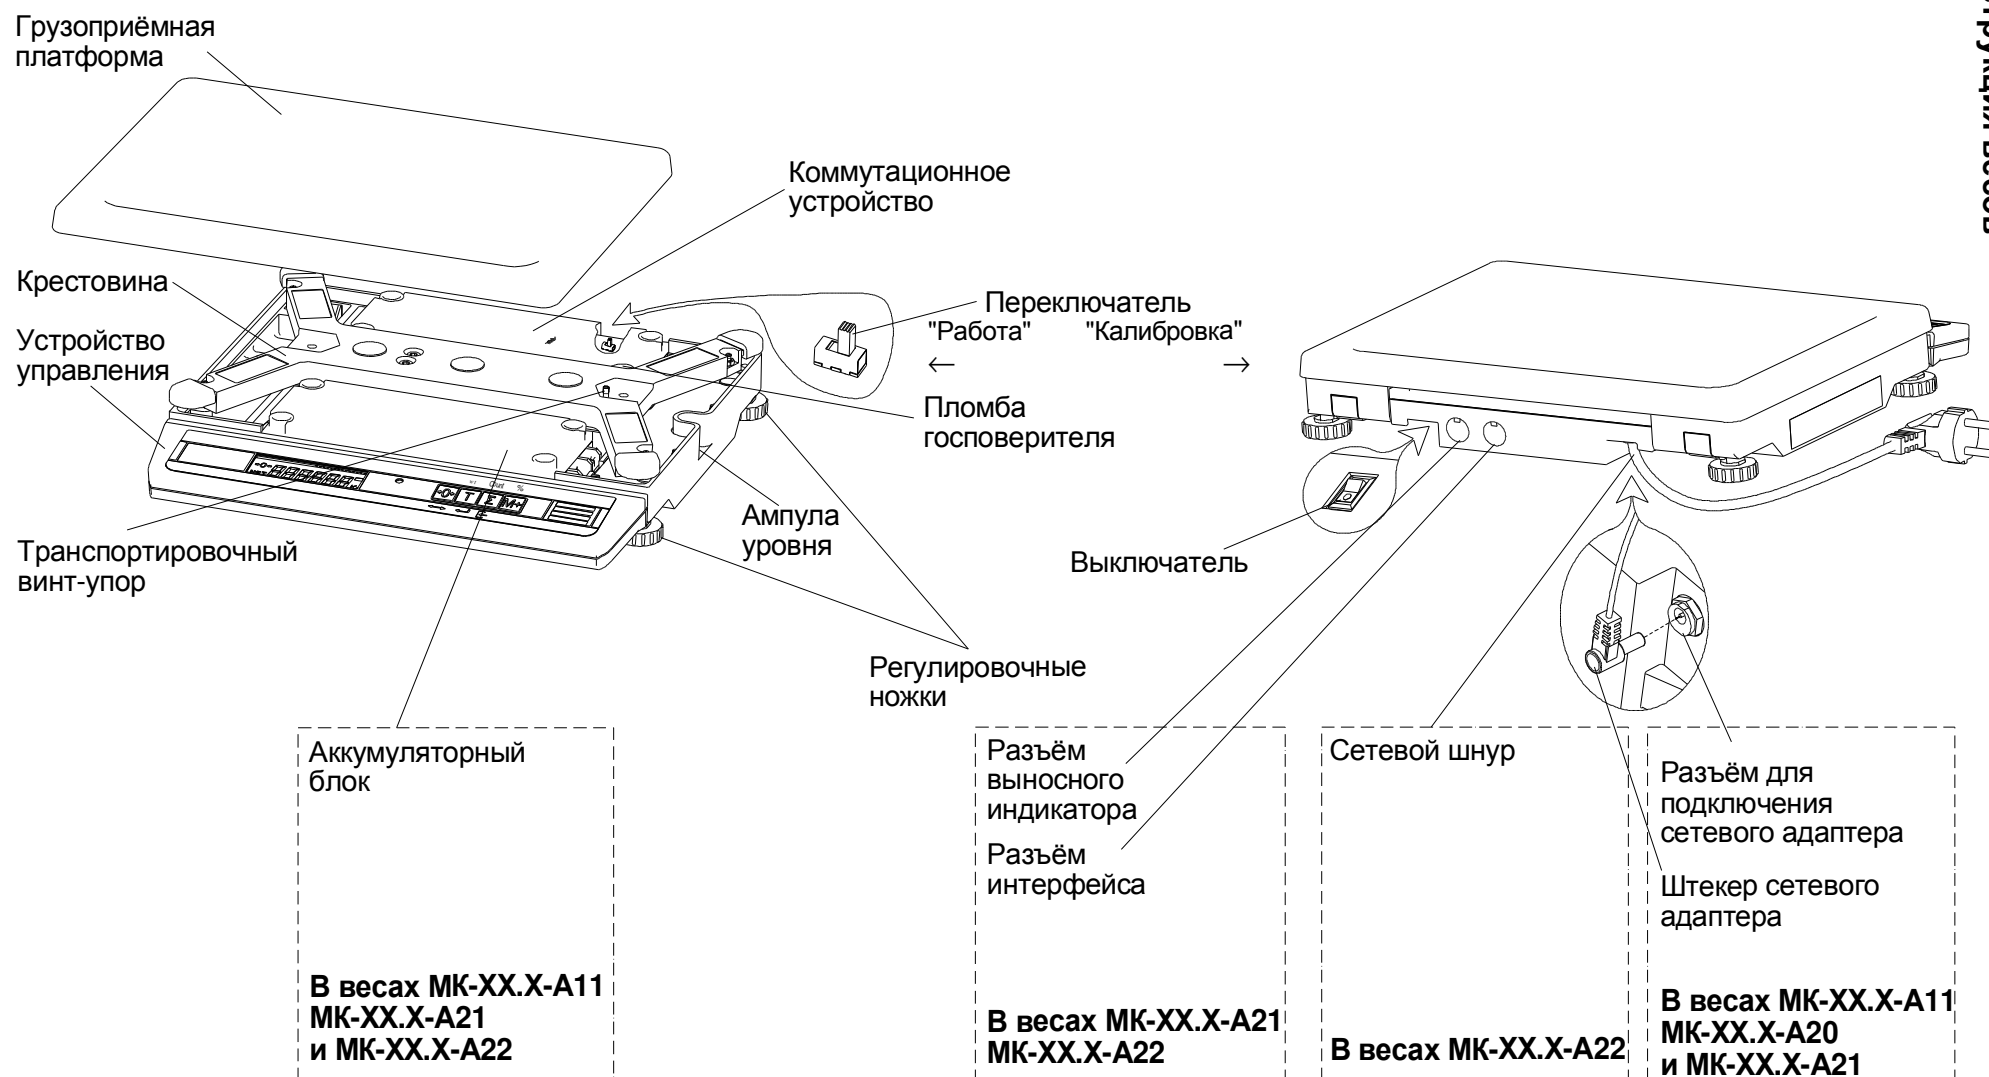

Рисунок 6.1
7.2.2 В весах с наибольшим пределом взвешивания 6, 15 и 32 кг вывернуть транспортировочный винт-упор, вращая его только против часовой стрелки (рисунок 6.1).
7.4 Если весы содержат аккумулятор, то его необходимо подключить. Для подключения аккумулятора снять крышку аккумуляторного блока (рисунок 6.1), предварительно отвинтив винты её крепления. Соединить клеммы проводов с аккумулятором. Красный провод соединить с клеммой “+” аккумулятора, чёрный провод с клеммой “-”. Установить крышку и завинтить винты её крепления.